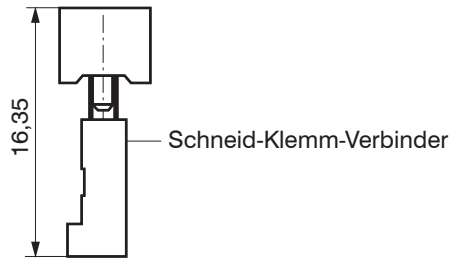
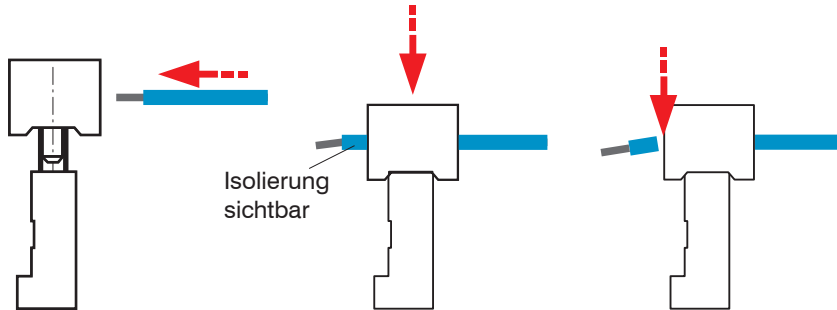

Abb. 2 Vor der Verkabelung
Abb. 4 Montageablauf Litzen mit Schneid-Klemm-Verbinder
Isolieren Sie die Litzen nicht ab, siehe Abb. 4.
- i Der Schneid-Klemm-Verbinder, siehe Abb. 2, siehe Abb. 3, siehe Abb. 4, darf nur einmal verpresst werden. Ein Ersatzsteckersatz liegt bei. Die Schneid-Klemm-Verbindung muss im Bereich der Isolierung erfolgen.